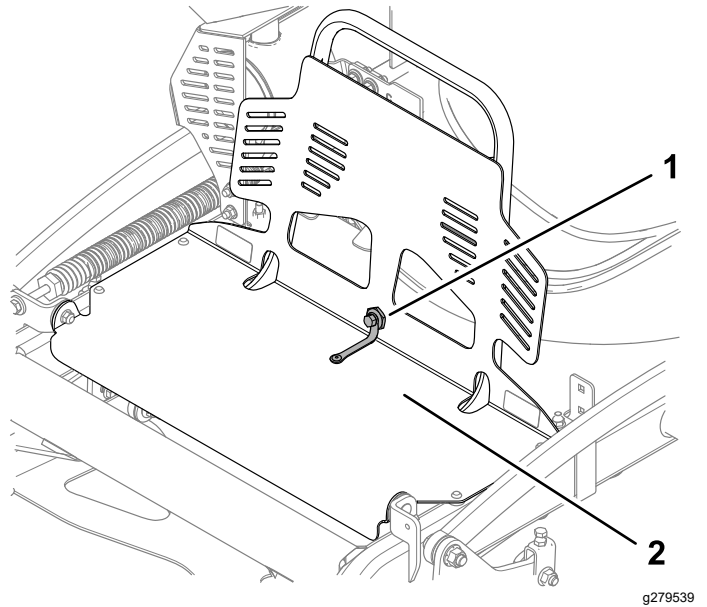

Bild 24
2. Befestigen Sie den Motorschutz mit der Schraube und der Ansatzmutter an der Schutzverlängerung, wie in Bild 24 dargestellt.